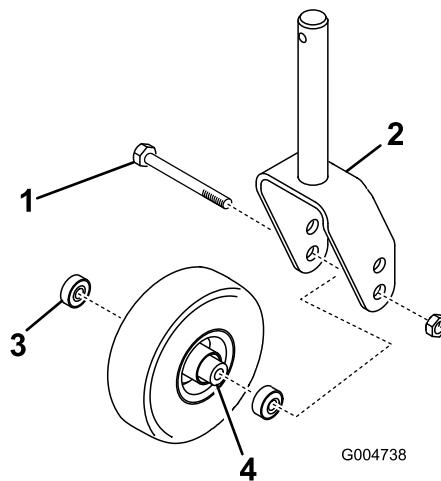
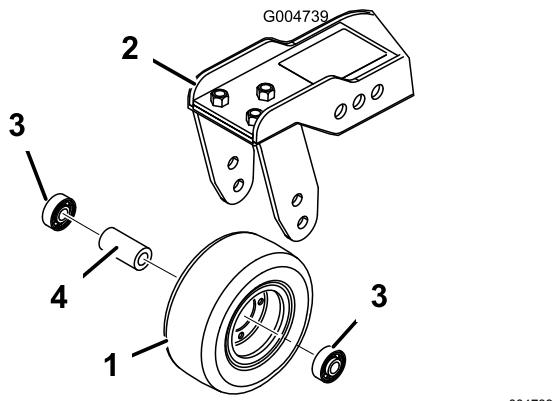

Figura 123
Figura 124
1. Retire la contratuerca del perno que sujetla el conjunto de la rueda giratoria entre la horquilla (Figura 123) o al brazo de pivote (Figura 124).
2. Retire el cojinete de la rueda y deje que se caiga el suplemento del cojinete (Figura 123 y Figura 124).